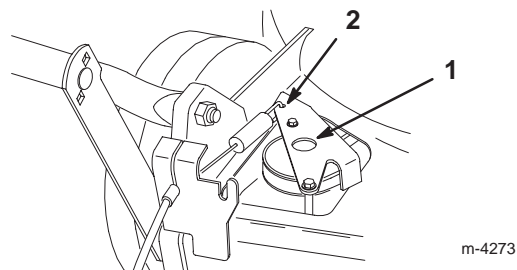

Figure 21
4. Appuyez sur le support d'entraînement jusqu'à ce qu'il touche la tondeuse, puis maintenez-le en place (Fig. 21).